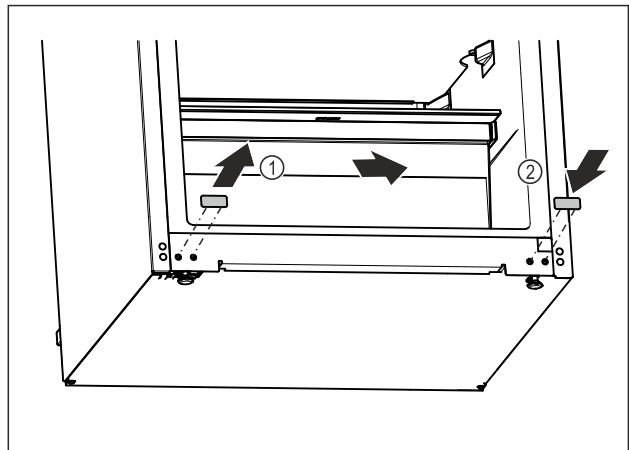

Fig. 12
- ▶ Træk dækproppen ud. Fig. 12 (1)
- ▶ Indsæt dækproppen på den modsatte side. Fig. 12 (2)